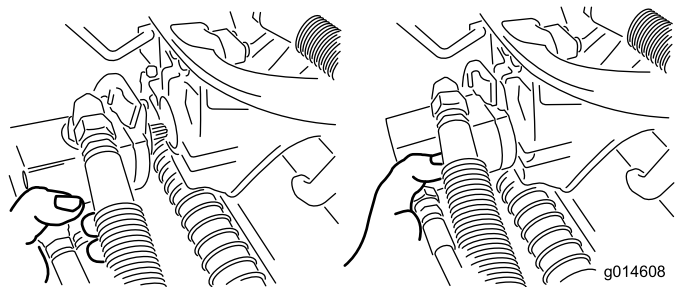

Figura 50
- Spostate il motore in posizione di stoccaggio davanti al braccio di sospensione (Figura 50).